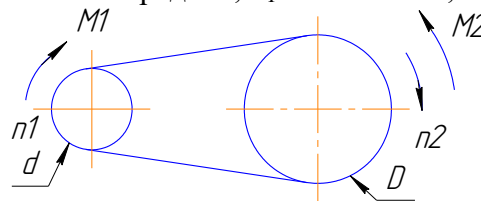

Рис. 4
4. В ременной передаче (рис. 4) с клиновым ремнем определить: D – расчетный диаметр большего шкива, M_1 – момент на валу меньшего ведущего шкива диаметром $d=100$ мм. $U=3$ – передаточное число передачи, $n_1=900$ об/мин, $M_2=10$ Нм.